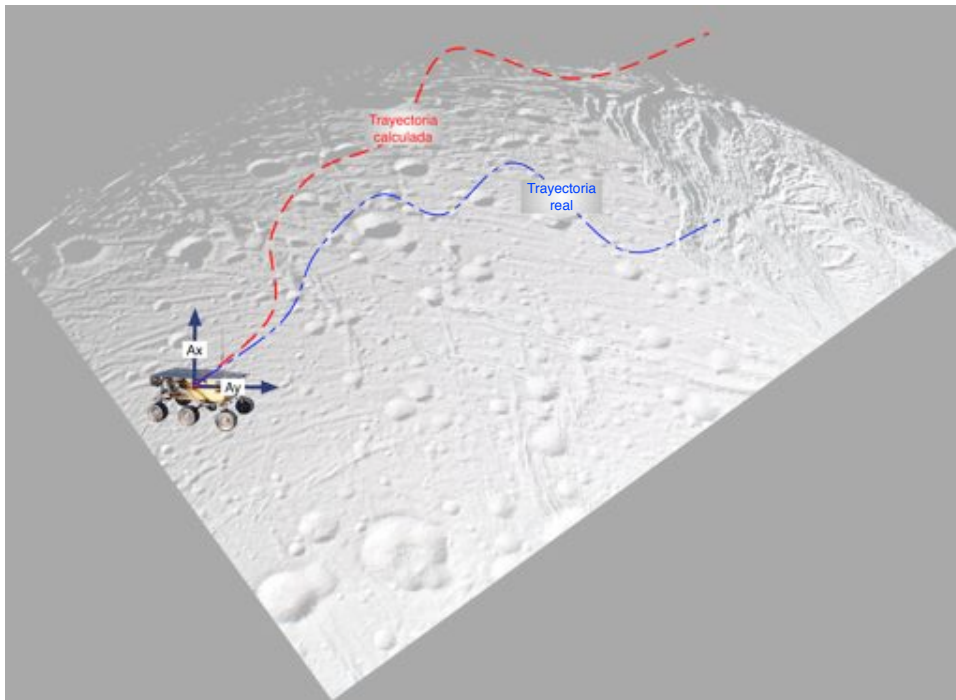

Figura 1: Vehículo del cual se desea estimar su trayectoria.
Se desea conocer la trayectoria (posición, velocidad y aceleración) de un vehículo (ver figura 1), el cual está equipado con dos acelerómetros, ubicados en las direcciones (ortogonales) x e y del vehículo. Se supone que, en todo instante de tiempo la orientación del vehículo es conocida, es decir que alcanza con conocer la posición respecto al eje x e y del vehículo. También se conocen la posición y la velocidad en el instante inicial ($t_0 = 0seg$). Para calcular la posición del vehículo se integran, dos veces, las mediciones de los acelerómetros. Debido a que los acelerómetro poseen cierto error de medición, la trayectoria calculada no coincidirá con la real:
- *acel.mat*: Es la aceleración medida durante la trayectoria del vehículo (ver figura 1). Contiene dos variables, la primera, llamada t , contiene el tiempo en segundos. La segunda, llamada *acel*, contiene la aceleración en los ejes x e y , respectivamente.